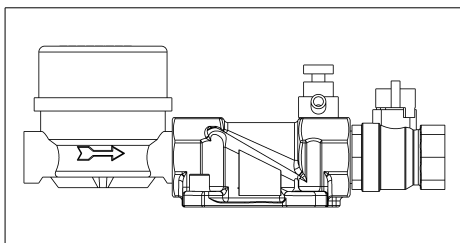

Fig. 1 : Bride rotative de montage
- sens d'écoulement (cf. fig. 1)
La bride rotative de montage doit être installée dans le sens d'écoulement. Elle est indiquée par une flèche (cf. fig. 1).